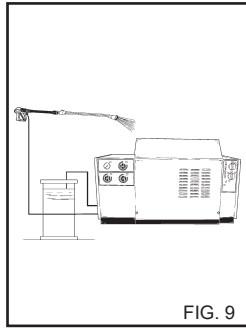

FIG. 9
- 3) Dopo l'uso con detersive, risciacquare il circuito di aspirazione; infilare il tubo di aspirazione (fig. 9) detersigente in una tanica di acqua pulita e far funzionare la pompa per 1 minuto a rubinetto dosaggio completamente aperto. Ripetere l'operazione prima con il selettore prodotto detersigente sulla pos. "1" e successivamente sulla pos. "2".
5) Dopo l'uso con detersivo, risciacquare il circuito di aspirazione; infilare il tubo di aspirazione (fig. 9) detersivo in una tanica di acqua pulita e far funzionare la pompa per 1 minuto a rubinetto dosaggio completamente aperto e lancia in fase erogazione detersivo. Ripetere l' operazione prima con il selettore prodotto detersivo sulla pos. "1" e successivamente sulla pos. "2".